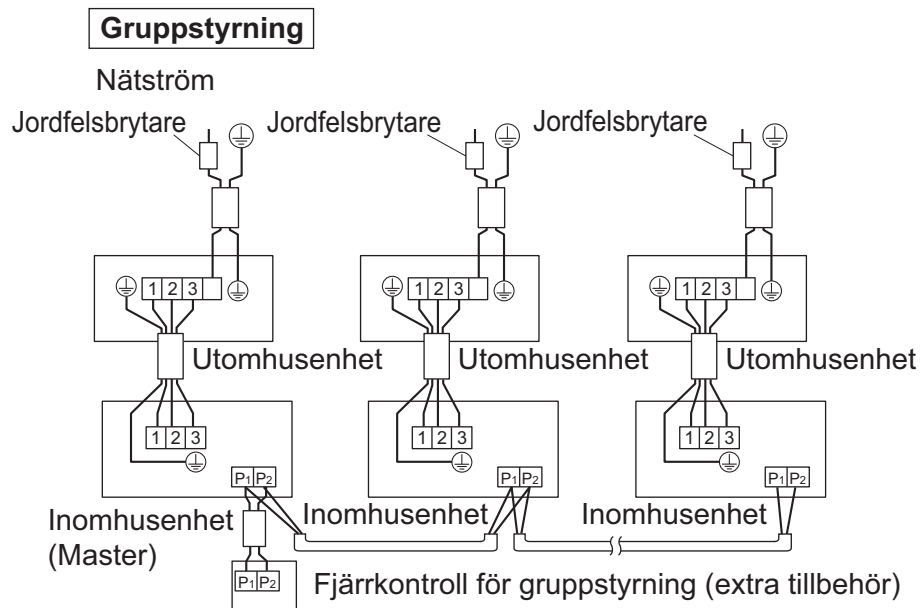

Bild 35
- **Gruppstyrning:** 1 fjärrkontroll styr upp till 16 inomhusenheter (Alla inomhusenheter fungerar enligt fjärrkontrollens inställningar). (Se bild 35)
- (1) Ta bort reglerboxens lock. **(Se "9. KABELANSLUTNING OCH EXEMPEL".)**
- (2) Lägg korskoppling mellan terminalerna (P1, P2) i kontrollboxen för fjärrkontrollen. (Ingen polaritet.) **(Se bild 35 och tabell 3)**